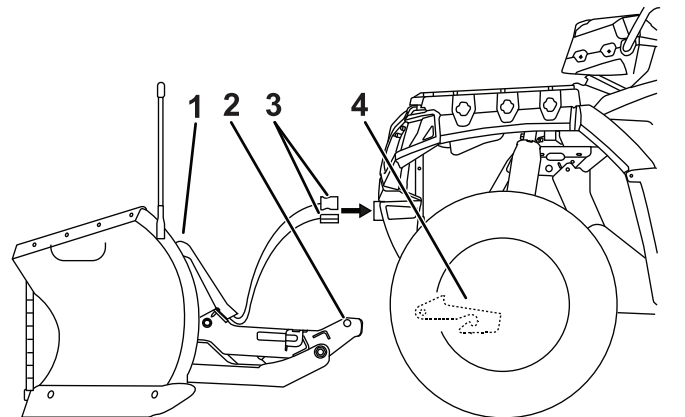

Bild 13
2. Fluchten Sie das Fahrzeug mit dem Schneeschild aus und fahren Sie vorwärts, bis der untere Stift die Stiftaufnahme berührt (**Bild 13**).
5. Nehmen Sie den Staubdeckel des elektrischen Anschlusses ab und schließen den Kabelbaum des Schneeschilds am Fahrzeugkabelbaum an (Bild 13).